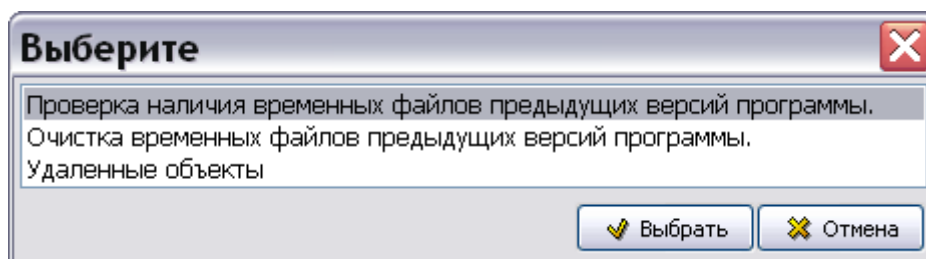

Рис. 4.1
3. В окне **Выберите** выделите пункт «Проверка наличия временных файлов предыдущих версий программы» (Рис. 4.1).